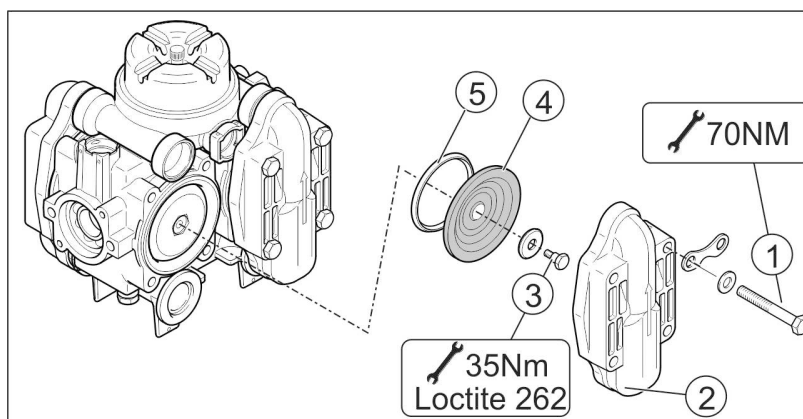

Fig. 199
1. Afmonter ventilen (Fig. 199/1) og skiven (Fig. 199/2).
2. Sæt hjælpeværktøjet i dækselnoterne, og skru dækslet (Fig. 199/3) af.
3. Kontrollér membranen (Fig. 199/4), og udskift en defekt membran.